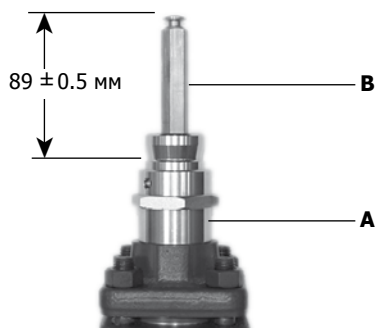

Рис. 10
3. Накрутите на шток стопорную гайку (C).
4. Накрутите разрезную втулку (A) на крышку как показано на рис. 10. Не затягивайте его!
5. Накрутите адаптер (B) на шток клапана. Используя шаблон, прилагаемый к каждому приводу и выставите требуемый размер  $89 \pm 0.5$  мм.
6. Аккуратно, стараясь не двигать адаптер (B), снимите втулку (A).
7. Законтрите адаптер гайкой (C).
8. Снова накрутите разрезную втулку (A) на крышку и затяните ее.